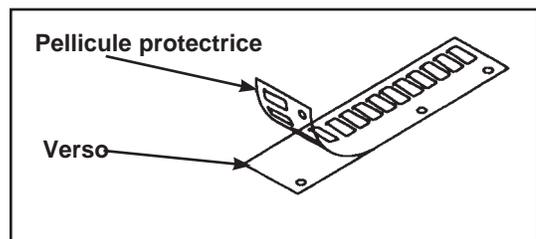

Figure 11
9. Pose des autocollants de plaques de poids (reportez-vous aux étapes 9A à 9E et à la figure 11).